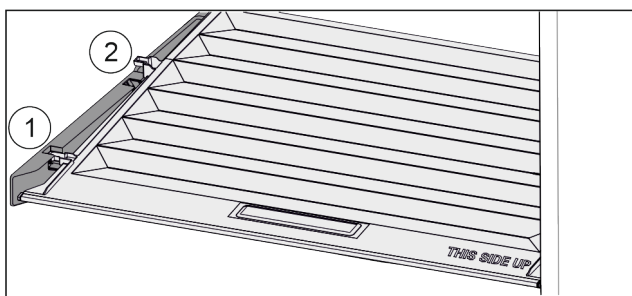

Fig. 67
- Tirer le couvercle vers l'avant jusqu'à dans l'orifice des pièces de retenue Fig. 67 (1).
- Le soulever par le bas à l'arrière et le sortir par le haut Fig. 67 (2).